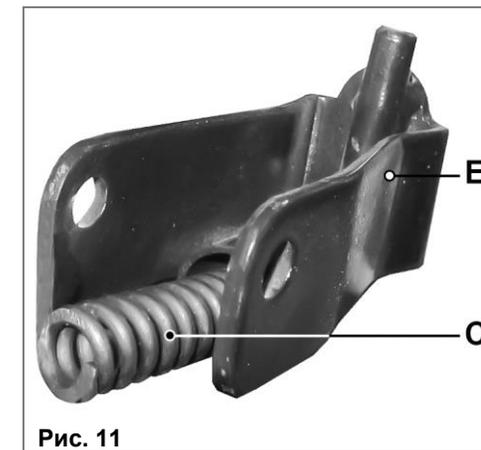

Рис. 11
6.8. Из пакета **Г** достаньте крепеж, вставьте пружину (С) в полость рукоятки наклона (Е), (Рис. 11).